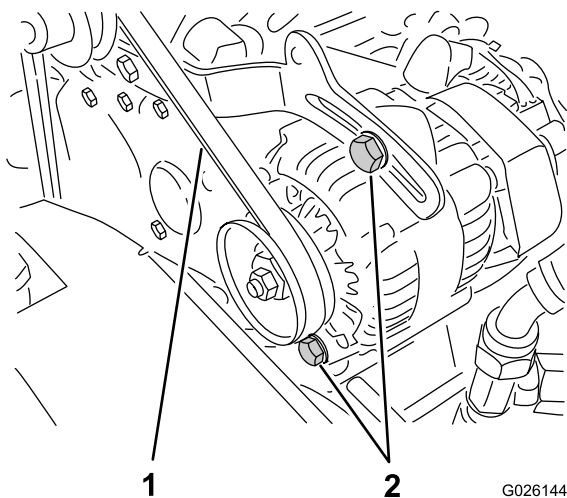

Figura 66
2. Controllate la tensione premendo la cinghia al centro tra le pulegge dell'alternatore e dell'albero motore con una forza di 10 kg (Figura 66).
- A. Allentate i 2 bulloni di fissaggio dell'alternatore (Figura 66).
- B. Con un piede di porco, ruotate l'alternatore fino a ottenere una tensione della cinghia appropriata, poi serrate i bulloni di fissaggio (Figura 66).